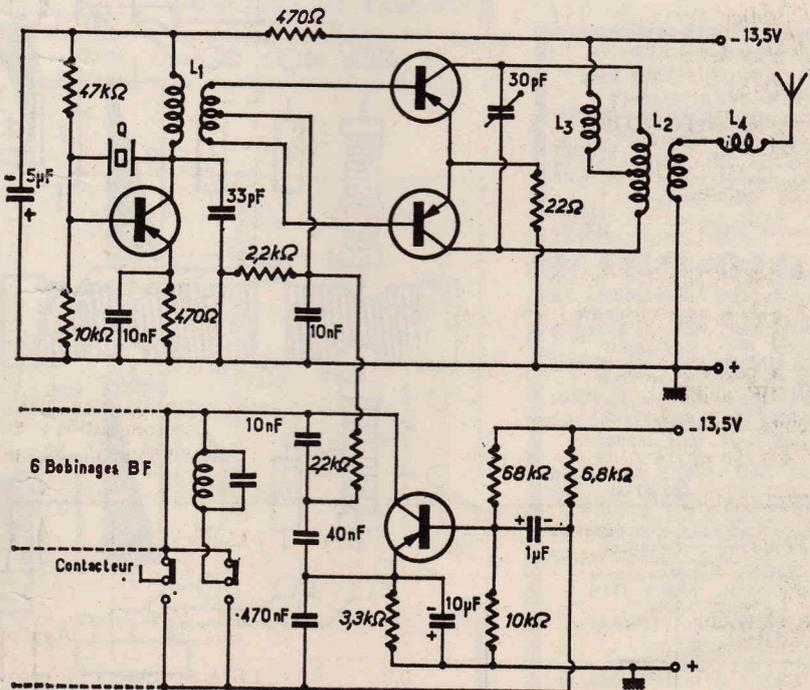

Fig. 14
2. - REALISATIONS TECHNIQUES (Schéma fig. 14)